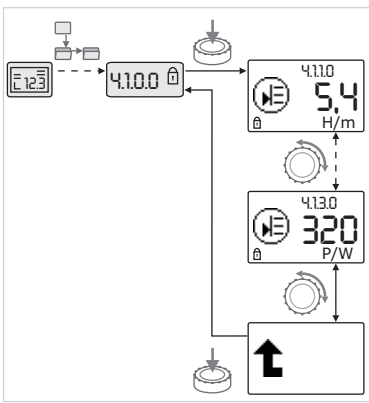

Fig. 42: Richiamo di informazioni
- Ruotando il pulsante di comando selezionare gli elementi di menu del tipo “Informazioni” dell'attuale sottomenu (vedi fig. 42). Per la spiegazione delle impostazioni rappresentate da simboli vedi la tabella nel capitolo 8.7 “Riferimento elementi di menu” a pagina 104”.